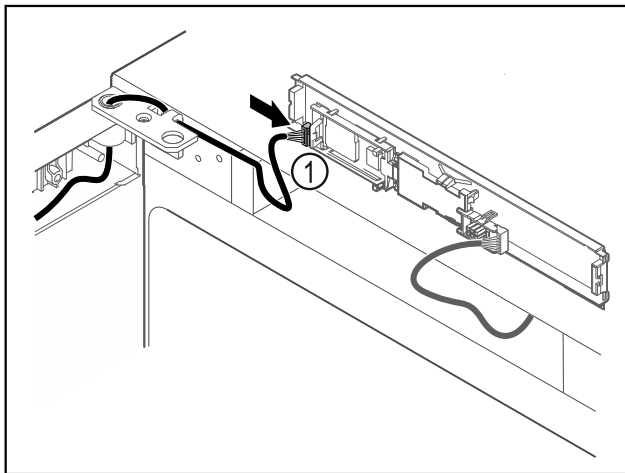

Fig. 55
- ▶ Stecker Fig. 55 (1) an Platine anstecken.